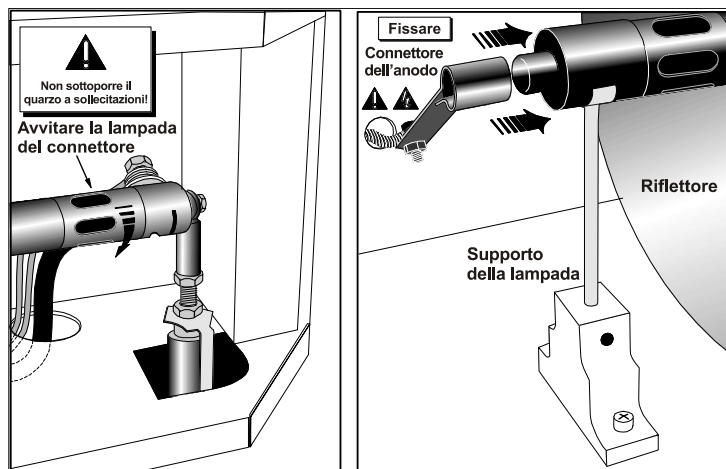

Figura 4-1 Montaggio della lampada
- a. Indossando gli indumenti e le schermature di protezione, inserire il catodo (-) filettato della lampada nel dado del connettore negativo, situato nella parte posteriore del vano della lampada, avvitandolo completamente (**Figura 4-1**, a sinistra). Stringere manualmente. **Importante!** *Manipolare sempre toccando esclusivamente le estremità dell'anodo e del catodo, mai il vetro.* Non serrare eccessivamente. Non sottoporre il vetro a sollecitazioni.
- b. Poggiare l'anodo (+) della lampada sul supporto, come illustrato nella **Figura 4-1**, a destra, quindi inserire il connettore positivo sull'altra estremità della lampada.